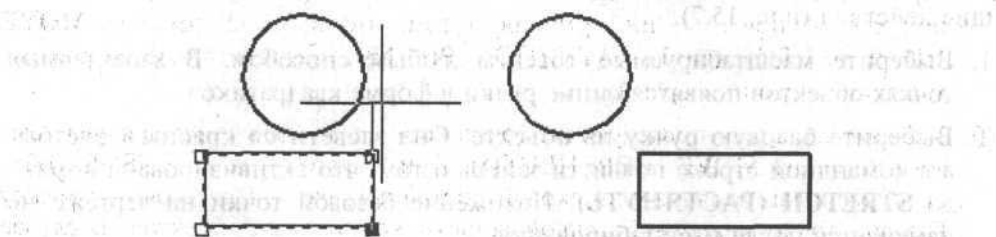

Рис. 15.8. Зеркальное отражение прямоугольника ручками относительно короткой стороны
4. Укажите привязкой **вторую** точку оси отражения. Исходный объект удаляется, но появляется его копия, отраженная относительно оси, проходящей через базовую точку (рис. 15.8).